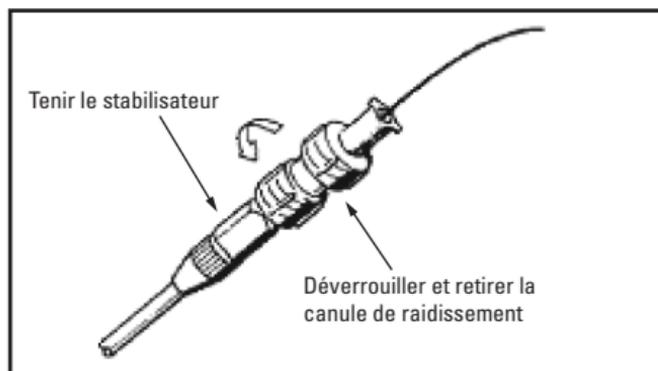

Figure 2. Déverrouillage de la canule de raidissement flexible du stabilisateur
7. LIBÉRATION. Déverrouiller la canule de raidissement interne du stabilisateur et la retirer avec précaution. Voir la figure 2. En même temps, immobiliser le stabilisateur tout en maintenant le stent dans sa position correcte. Retirer le stabilisateur. Laisser le guide en place durant cette manœuvre de libération et lors du retrait de la canule de raidissement. Une fois que la canule de raidissement et le stabilisateur sont retirés, faire passer l'extrémité proximale du guide par le bouton d'ancrage.